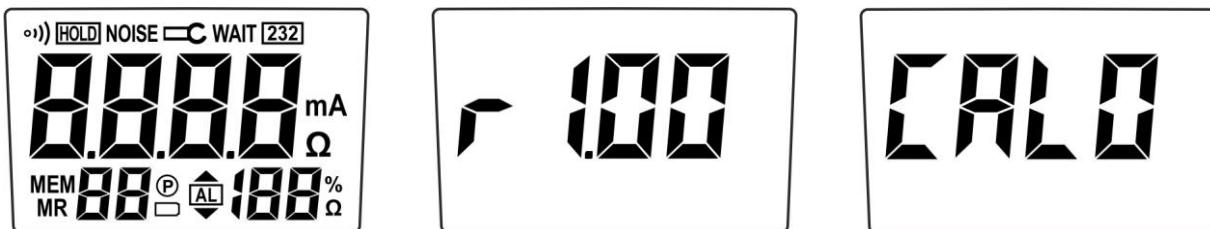

Fig. 3: Sequenza videate all'accensione dello strumento
- La videata con tutti i simboli a display (vedere Fig. 3 – parte sinistra)
- La videata con la versione firmware caricata (vedere Fig. 3 – parte centrale)
- Il processo di calibrazione mostrando un countdown che parte da "**CAL.9**" e arriva a "**CAL.0**" (vedere Fig. 3 – parte destra).